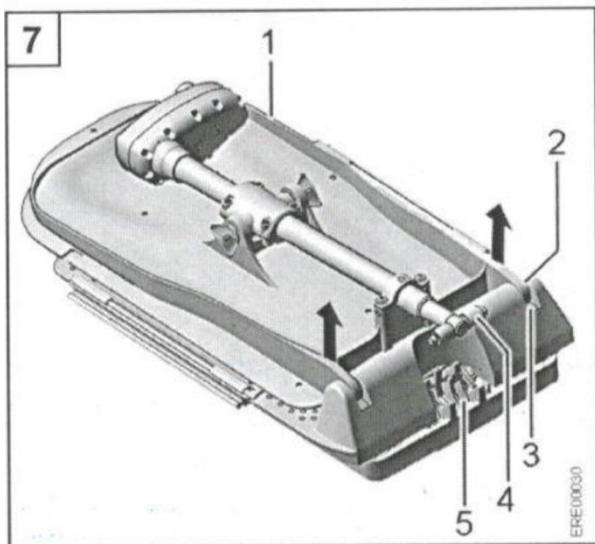

Рис. 4
1. Зніміть спинку. Для цього візьміть спинку (див. Рис. 4; 1) обома руками, поруч із фіксаторами
(див. Рис. 4; 2). Зніміть фіксаторні гачки з держаків (див. Рис. 4; 3) за допомогою легкого натиску.
Корпус бази приводу містить «механізм» зняття блокування секції сидіння. Піднімальний механізм «ножиці» може вільно рухатися, якщо випадково відключено блокування секції сидіння. Що може привести до травмування кінцівок. Не кладіть руки в привідну базу (див. Рис. 4; 5).
База приводу містить систему блокування сидіння. Підіймальний механізм «ножиці» може почати вільно рухатись, якщо блокування випадково буде відключено. Це може привести до травмування кінцівок. Не кладіть руки у зону роботи приводу (див. Рис. 4,5).
5. Якщо база приводу не повністю опущена і спинка рухається уперед, підйомник для ванни може бути пошкоджений. Переконайтесь, що база двигуна повністю опущена: база приводу (див. Рис. 4; 4) повинна бути горизонтальною (див. Рис. 4).
7. Зніміть спинку. Для цього візьміть спинку (див. Рис. 4; 1), в обидві руки близько до фіксаторних гачків (див. Рис. 4; 2). Зніміть фіксаторні гачки з тримачів (див. Рис. 4; 3) за допомогою легкого натиску.